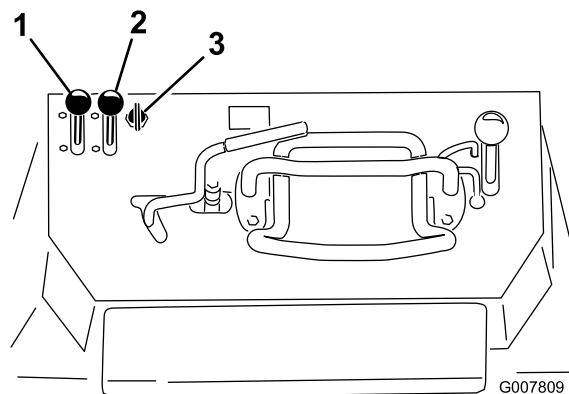

Bild 20
1. Schieben Sie den Gasbedienungshebel in die Mittelstellung zwischen Langsam und Schnell (Bild 20).
2. Schieben Sie den Chokehebel auf die Ein-Stellung (Bild 20).
- Modell mit Elektrostart: Drehen Sie den Schlüssel in die Ein-Stellung (Bild 20). Lassen Sie den Schlüssel los, wenn der Motor anspringt.
4. Schieben Sie den Chokehebel langsam auf die Aus-Stellung (Bild 20). Schieben Sie beim Absterben oder Aussetzen des Motors den Choke wieder nach vorne, bis der Motor warm gelaufen ist.
5. Schieben Sie den Gasbedienungshebel auf die gewünschte Stellung (Bild 20).
1. Stellen Sie den Gasbedienungshebel auf die Langsam-Stellung (Bild 20).
3. Drehen Sie den Zündschlüssel auf die Aus-Stellung (Bild 20).